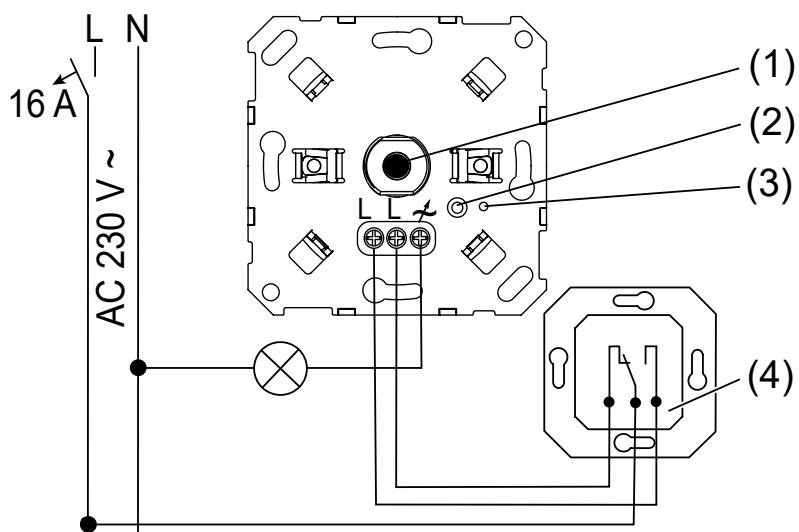

Figura 2: Conectar con conexión alterna
- Conexión opcional con comutador selector (4) (véase figura 2)